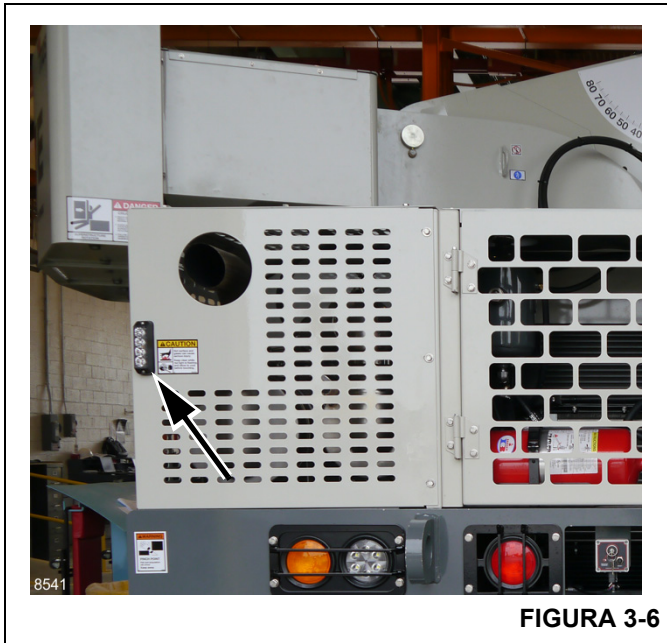

FIGURA 3-6
El indicador HEST (14) se ilumina de color rojo cuando la temperatura del escape es alta durante una limpieza del sistema de escape. También una luz (Figura 3-6) cerca al tubo de escape destellará como una advertencia de temperaturas de escape altas.